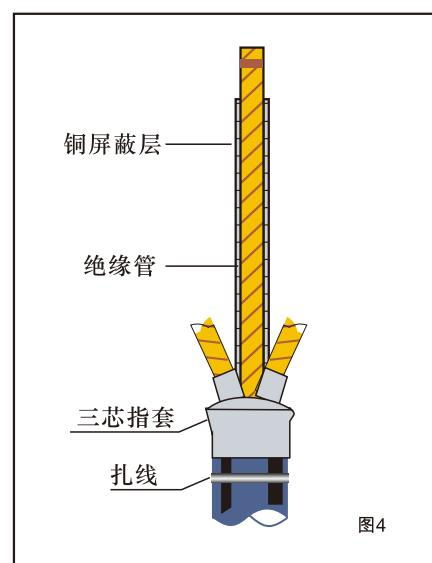

图4
1.4(图4)安装冷缩管:套入冷缩管,与三指套搭接15mm以上,逆时针抽掉支撑条,使其收缩?